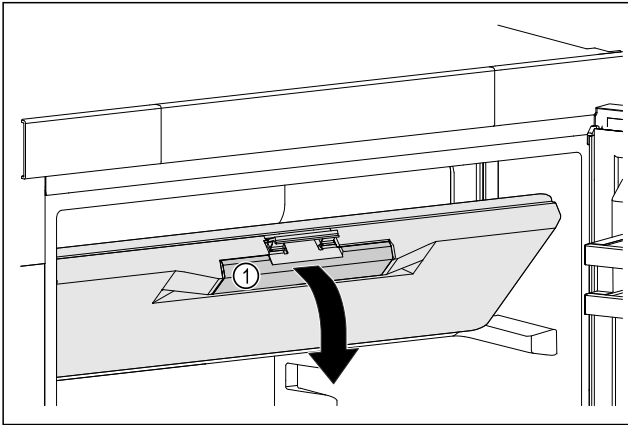

Fig. 28
- ▶ Saisir la porte du congélateur par la poignée encastrée Fig. 28 (1).